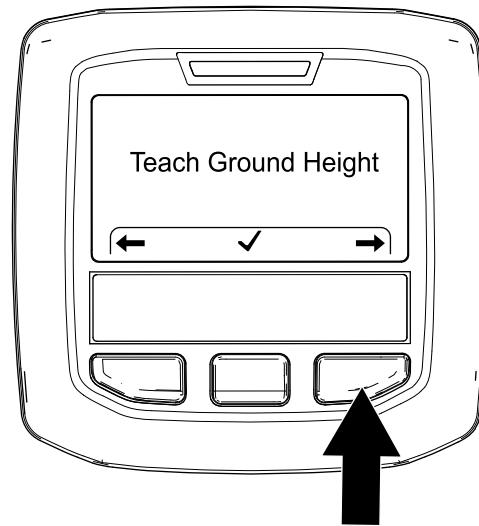

图 46
2. 按右侧 InfoCenter 信息中心按钮两次可显示“校准打孔针离地高度”屏幕 图 46。